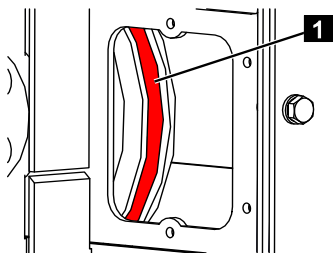

Fig. 257
8. Pendant que le bras télescopique rentre, contrôler les chaînes (Fig.257/1) du côté droit quant à d'éventuels endommagements et pulvériser de la graisse en spray sur les chaînes.